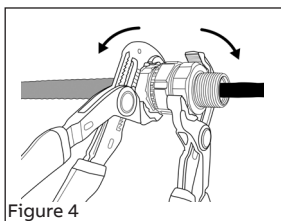

Figure 4
- Serrez l'écrou presse-étoupe au couple spécifié (voir tableau) ou jusqu'à ce que le joint soit scellé de manière appropriée (Figure 4). La garniture et le collier doivent couvrir de manière uniforme la gaine extérieure du câble et être au niveau de la face du presse-étoupe. Assurez-vous que le câble demeure centré afin d'obtenir une étanchéité optimale.